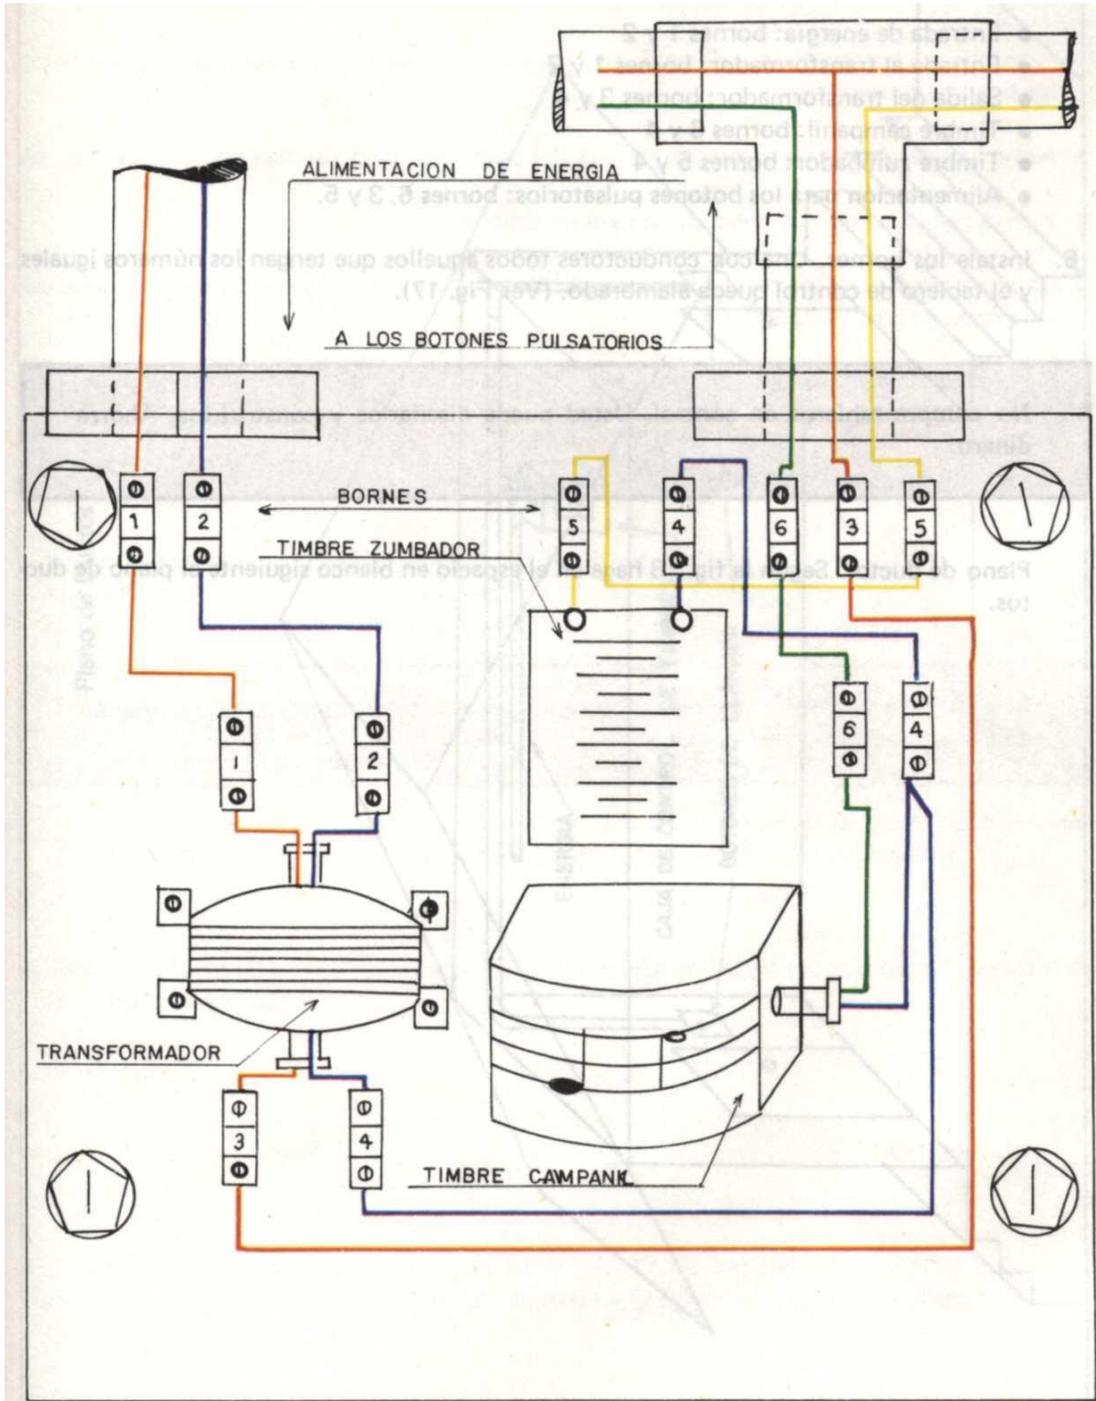

Fig. 17
6. Instale los bornes. Una con conductores todos aquellos que tengan los números iguales y el tablero de control queda alambrado. (Ver Fig. 17).